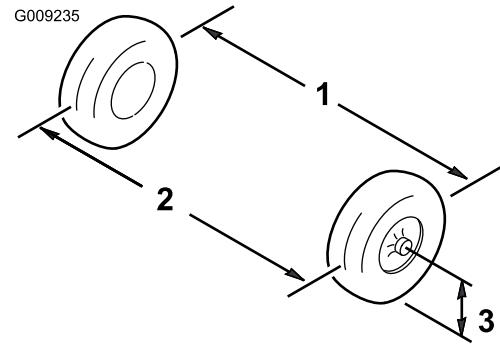

Figure 12
1. Mesurez la distance entre les roues avant à hauteur d'essieu, à l'avant et à l'arrière des roues (Figure 12).